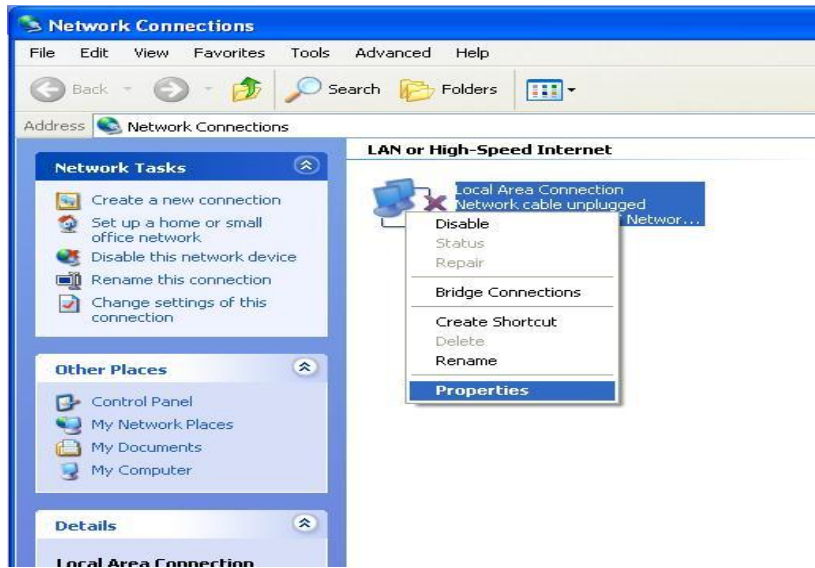
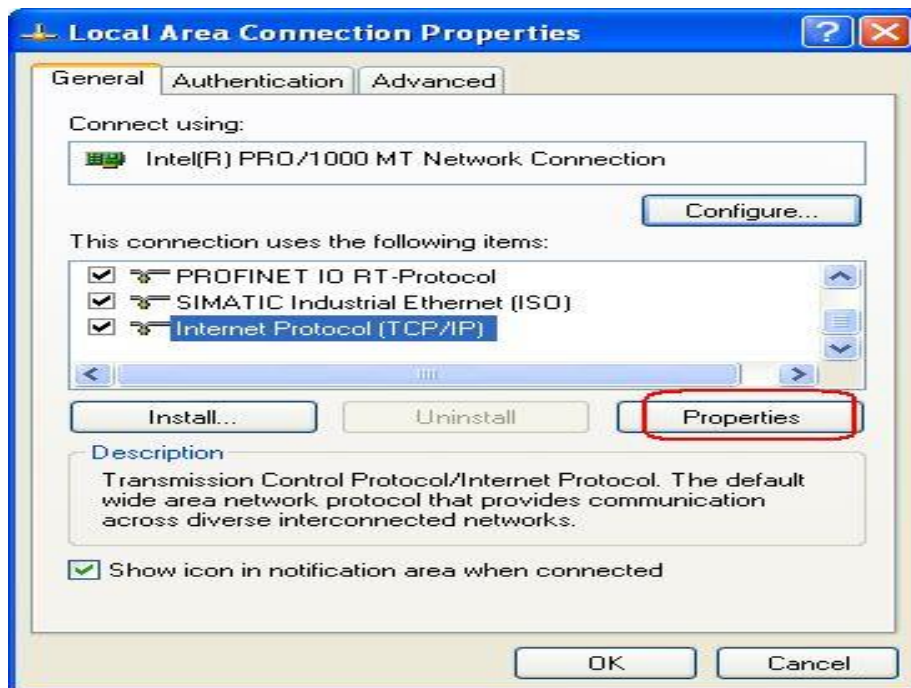
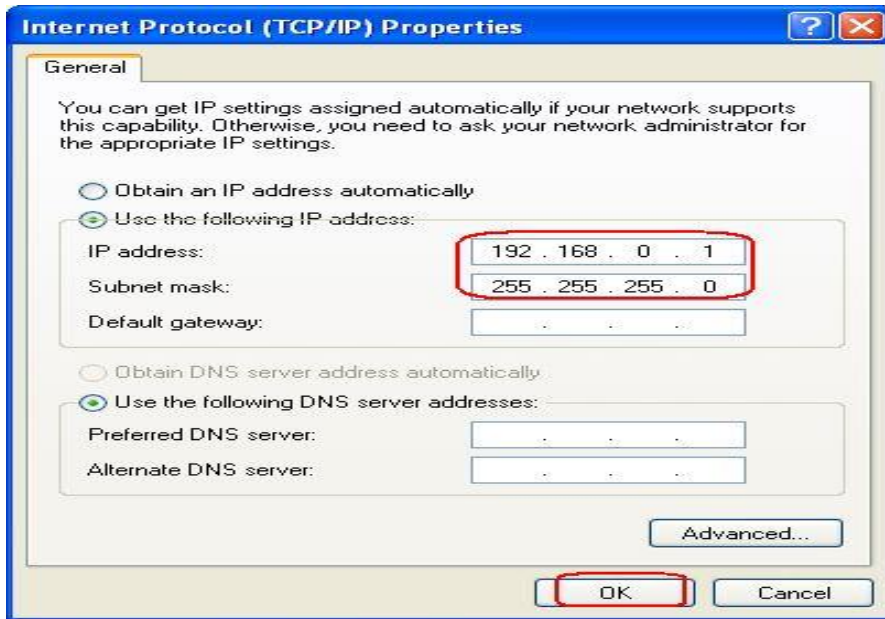

图 6: 本地连接
图 7: 网卡属性选择
图 8： 分配普通网卡参数
点击 Network Properties 后，WINDOWS 网络配置窗口即打开，选择本地连接属性菜单设置网卡参数，如 IP 地址，子网掩码等。步骤如图 6，图 7，图 8。确认各步设置后，网卡配置完成。
- 2) 正确完成 PC 站的硬件组态后，打开配置控制台（start→simatic→simatic net→Configuration console），可以看到所用以太网的模式已从 PG mode 切换到 Configuration mode, 插槽号（Index）也自动指向 3。如图 8。
(与图 7 中 IP 地址相同) 并用 New 按钮建立一个 ethernet 网络。